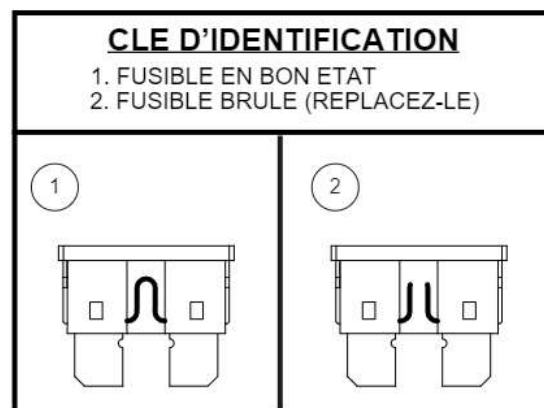

Figure 28. Le remplacement des fusibles
2. Examinez-le pour vérifier s'il est brûlé. Voir la figure 28.